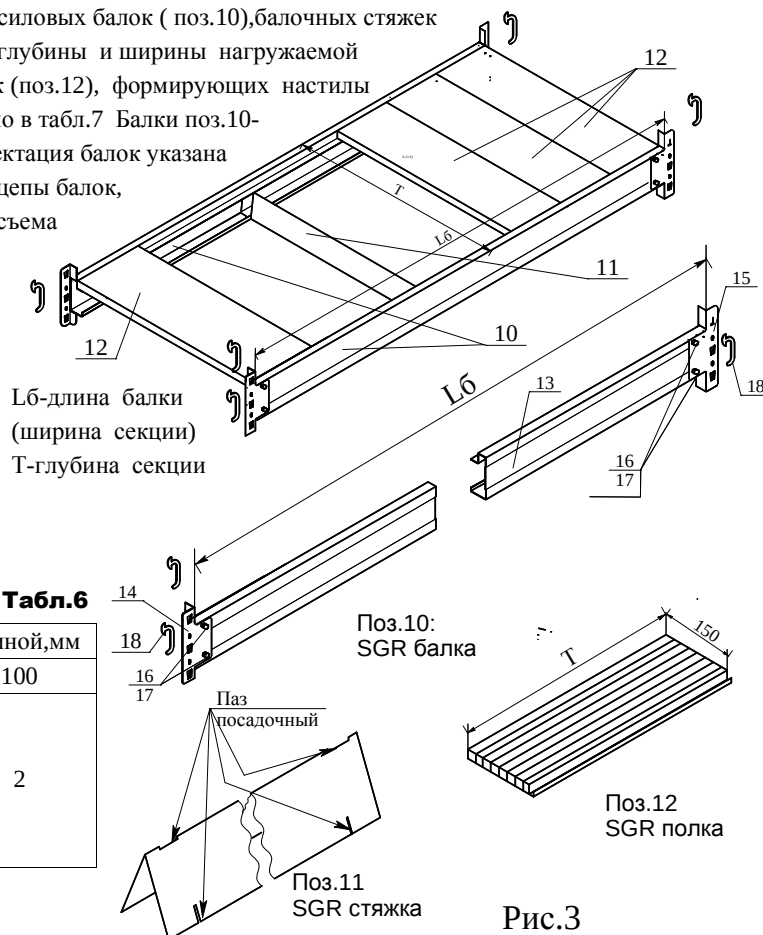

Рис.3
2.4.2 Комплектация ярусов хранения (Рис. 3)